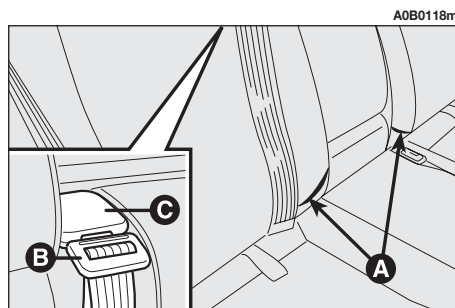

fig. 47
Lorsque les places arrière ne sont pas occupées, utiliser les poches spéciales (A-fig. 47) situées sur le dossier pour y mettre les boucles des ceintures de manière ordonnée, en vérifiant que la languette (B) de la ceinture centrale abdominale soit insérée dans le support (C) (voir paragraphe suivant "Logement de la ceinture centrale arrière abdominal").